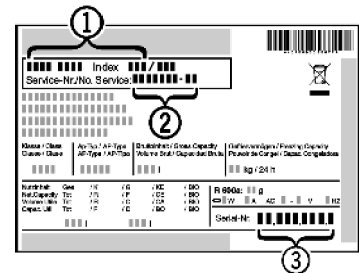

Рис. 13
- ▶ Считайте и запишите обозначение модели (рис. 13 (1)), служебный номер (рис. 13 (2)) и серийный номер прибора (рис. 9 (3)), указанные на табличке с техническими характеристиками, расположенной на левой стенке внутри прибора.